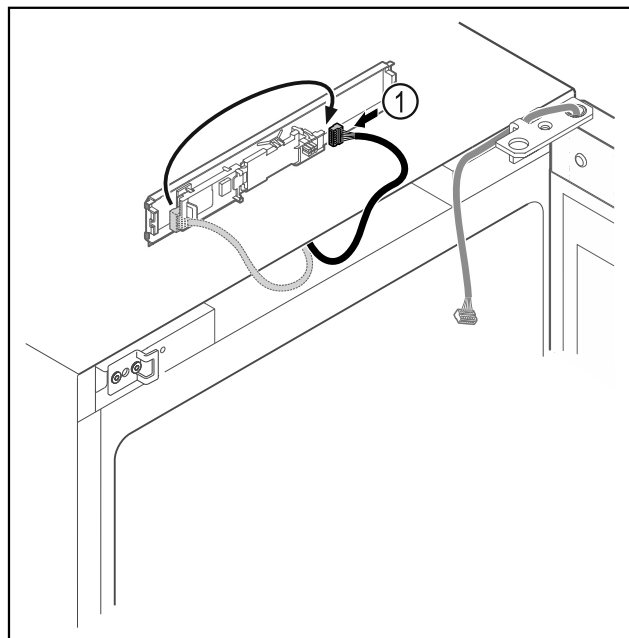

Fig. 11
- Sett pluggen Fig. 11 (1) om på kretskortet.